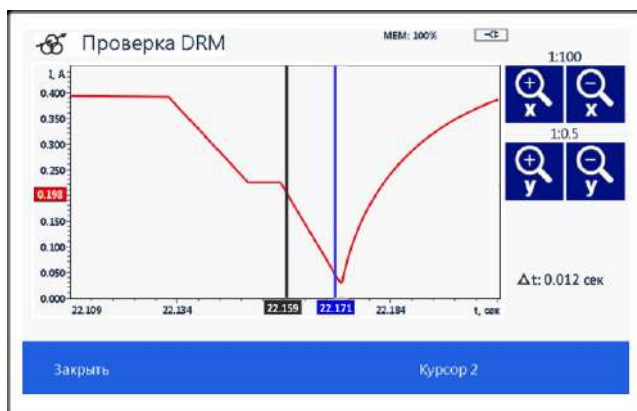

Рисунок 41 – Установка курсора 2
- чтобы установить второй курсор, следует коснуться поля «Курсор 2», или нажать кнопку F4, после чего коснуться поля отображения графика в нужной точке (рисунок 41).